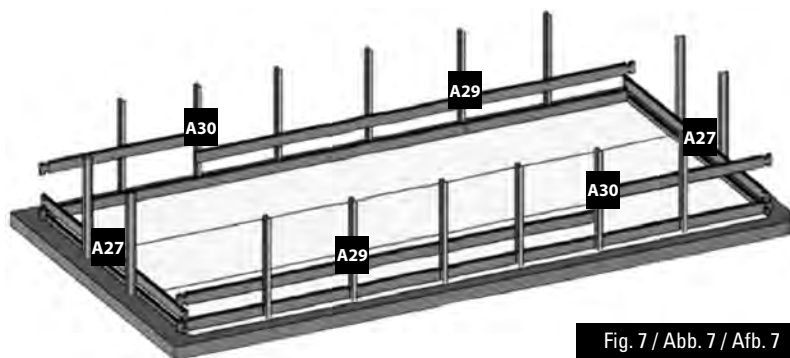

Fig. 7 / Abb. 7 / Afb. 7
**EN 2nd LAYER OF BOARDS:** • Install the second layer of boards as shown in figure 7. • There is a wooden wedge in the structure packet to correctly assemble the boards. • Never directly hit against the boards. You would damage the pegs and would weaken the structure. Do not hit them with anything metallic. This would inevitably damage the wood. • Try to correctly assemble the boards right from the start. There should not be any space between each layer of boards to avoid maladjustment of the higher boards.
**FR 2ME RANGÉE DE MADRIERS :** • Positionnez les madriers de la deuxième rangée conformément à la figure 7. • De manière à emboîter correctement les madriers, une cale en bois est à votre disposition dans le colis de structure. • Ne pas taper directement sur les madriers. Cela abîmerait les languettes et nuirait à la solidité de la structure. • Ne pas frapper avec une pièce métallique. Cela détériorerait le madrier irrémédiablement. • Veillez à emboîter bien à fond les madriers dès le départ. Il ne doit pas y avoir d'espace entre chaque rangée pour éviter un décalage au niveau des madriers supérieurs.
**DE 2. BRETTERREIHE:** • Platzieren Sie die Bretter der zweiten Reihe laut Abb. 7. • Um die Bretter richtig anbringen zu können, finden Sie einen Holzkeil im Paket des Tragwerks. • Nicht direkt auf die Bretter klopfen. Das würde die Zapfen und die Festigkeit des Tragwerks beschädigen. • Nicht mit einem Metallteil darauf klopfen. Es würde das Holz unabänderlich beschädigen. • Versuchen Sie, die Bretter von Anfang an tiefgehend ineinander zu fügen. Zwischen den Reihen darf kein Platz sein, um eine Fehlanpassung der oberen Bretter zu vermeiden.
**NL 2ª RIJ PLANKEN:** • Plaats de planken van de tweede rij zoals aangegeven op afbeelding 7. • Om de planken correct te assembleren, zit er een houten wig in het pakket van het frame. • Sla niet direct op de planken. Daardoor gaan het profiel kapot en wordt de stevigheid van het frame ondermijnd. • Sla er niet direct op met metaal. Hierdoor raakt het hout onherstelbaar beschadigd. • Zorg ervoor dat de planken vanaf het begin stevig op elkaar aansluiten. Er mag geen ruimte tussen de rijen overblijven, om te voorkomen dat de bovenste houtdelen onregelmatig uitkomen.